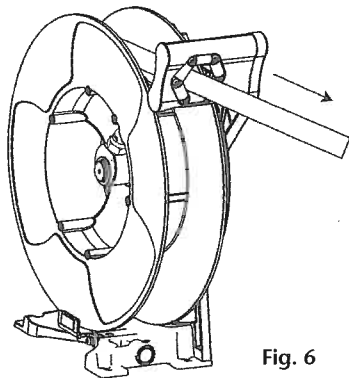

Fig. 6
- Unwind the hose completely and then search for the ratchet locking position (fig.6).
- Desenrollar totalmente la manguera usada y buscar la posición de bloqueo del trinquete más próxima a esta longitud (fig. 6).